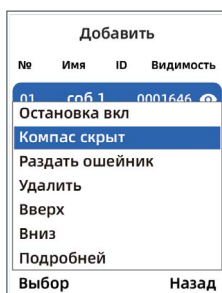

рис. 17
- с помощью кнопок **▼▲** выберите ошейник, который нужно скрыть или отобразить на экране Базовой станции, нажмите кнопку **OK** (рис. 17);